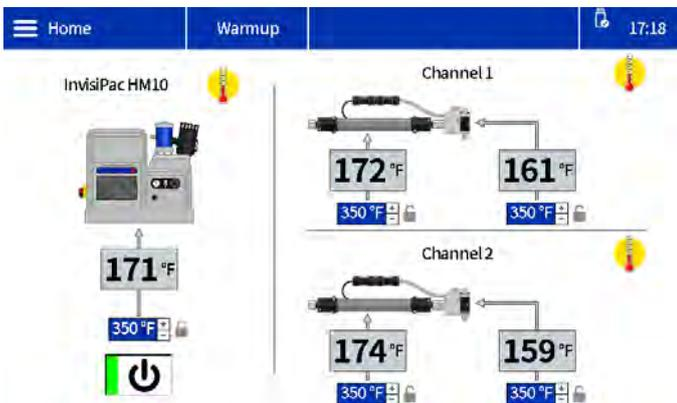

FIG. 19: Schermata iniziale di riscaldamento del sistema
7. Premere il pulsante di accensione  nella schermata iniziale dell'ADM per avviare il riscaldamento del sistema. Vedere FIG. 19.